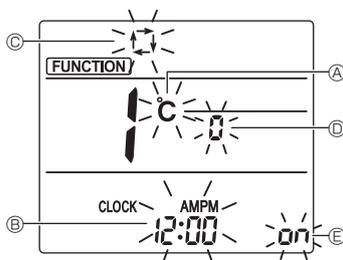

Fig. 4-11
L'écran Réglage de l'affichage s'affiche. (Fig. 4-11)
#### 4.12.2. Changement de l'unité de température (Fig. 4-11 (A))
- Appuyez sur la touche **TEMP** ⑤.
- À chaque pression sur la touche **TEMP** ⑤, le réglage change entre **°C** et **°F**.
#### 4.12.3. Changement de l'affichage de l'heure (Fig. 4-11 (B))
- Appuyez sur la touche **TIME** ⑥.
- À chaque pression sur la touche **TIME** ⑥, le réglage change entre **12:00AM/PM** et **24:00AM/PM**.
#### 4.12.4. Changement du mode AUTO (Fig. 4-11 (C))
- Appuyez sur la touche **—** ⑦.
- À chaque pression sur la touche **—** ⑦, le réglage change entre **⏸** et **⏹**.
#### 4.12.5. Changement du n° de paire (Fig. 4-11 (D))
- Appuyez sur la touche **↑** ④.
- À chaque pression sur la touche **↑** ④, le n° de paire 0-3 change.